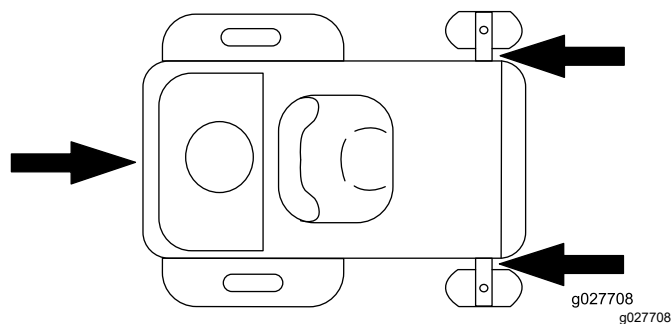

図 30
- チェーン、ケーブル、ロープなどを使用してトレーラやトラックの荷台に機械を確実に固定する。図 30 に示されている指定のロープ掛けポイント以外は使用しない。アタッチメントを取り付けた状態で搬送する場合も、上記のロープ掛けポイント以外は使用しない。これら以外の場所を使うと、機体やアタッチメントを損傷する可能性がある。